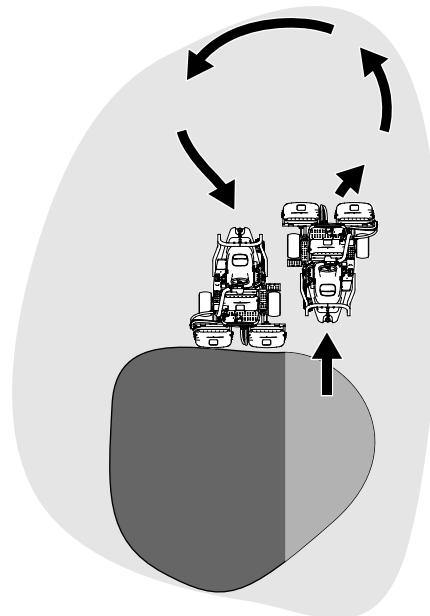

Figura 28
6. Pentru a reduce timpul de operare și pentru a uura alinierea pentru trecerea următoare, virai mâna în direcție opusă, apoi virai-o în direcția porțiunii netăiate. Această mișcare este un viraj în formă de lacrimă (Figura 28), care aliniază rapid mâna pentru trecerea următoare.